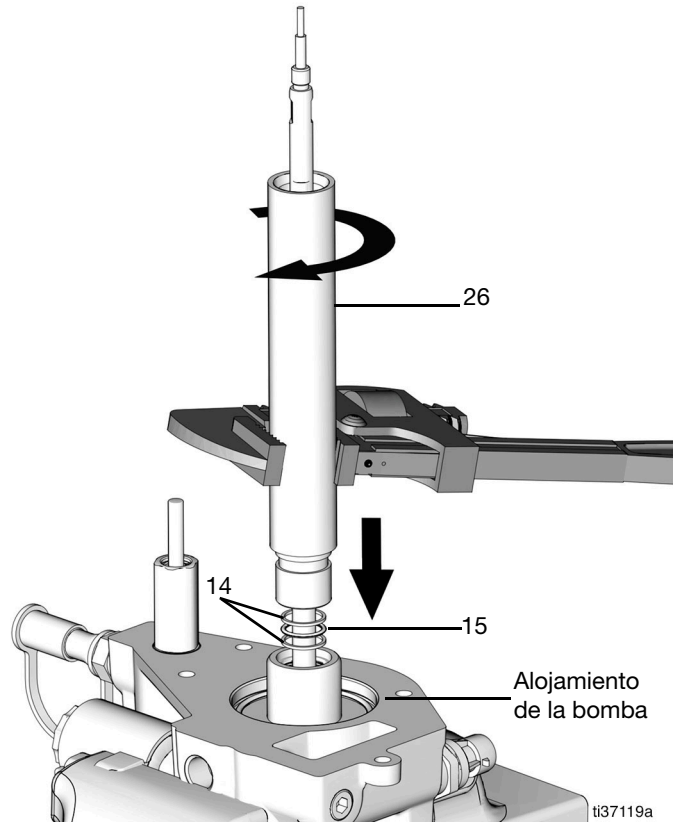

FIG. 55
8. Sustituya los dos anillos auxiliares (14) y la junta tórica (15) por piezas nuevas y engráselas ligeramente (FIG. 55).
9. Ponga el tubo de extensión (26) sobre la varilla de la bomba y fíjelo al alojamiento de la bomba (apretando a un par de 43,4 N•m [32 lb-pie]) (FIG. 55). Aplique compuesto fijador de roscas de resistencia media.